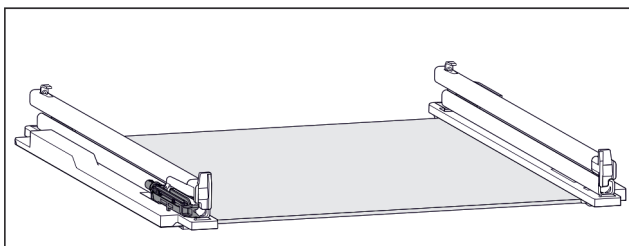

Fig. 52 Tlumicí jednotka
- K levé kolejničce je připevněna tlumicí jednotka. (viz Fig. 52)